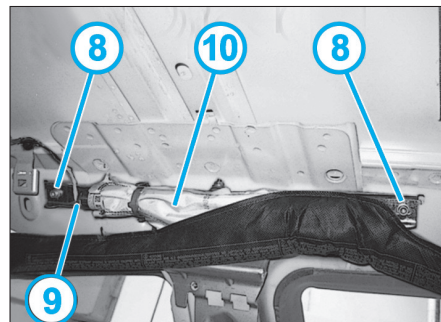

Fig. 10
- Déposer les vis (8) (Fig.10).
- Débrancher le connecteur (9).
- Sortir l'airbag rideau (10).